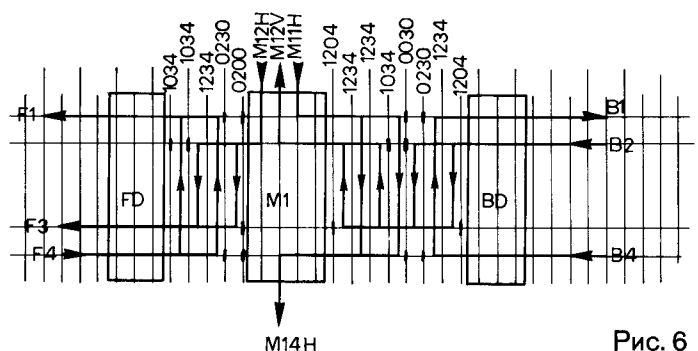

Рис. 6
- Спецификация прокладок. (Рис. 6).